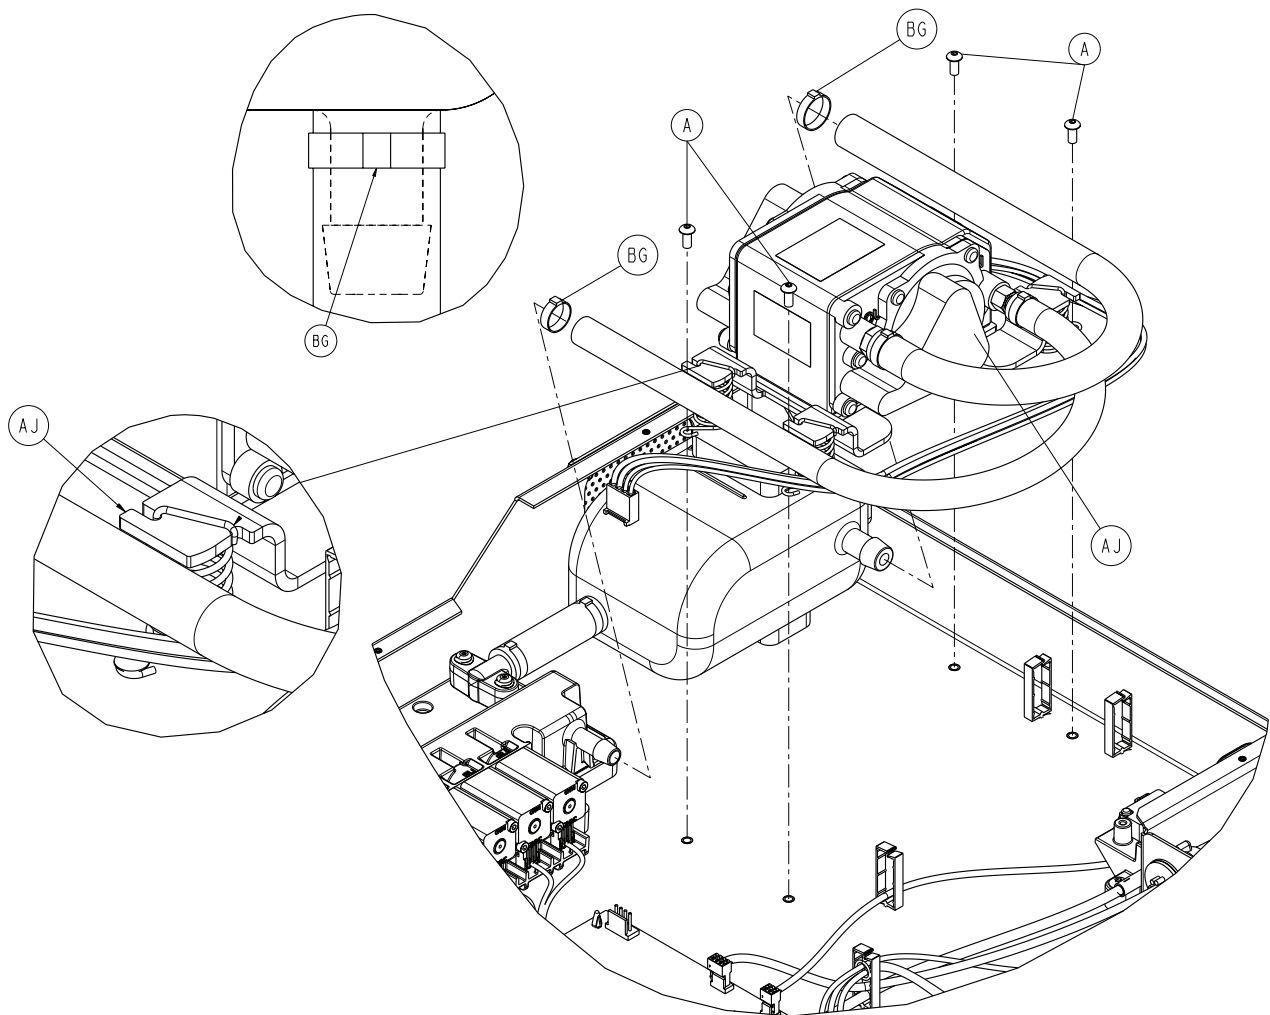

Figure 2-24 : Bloc de pompe
4. A l'aide d'une pince coupante diagonale, couper soigneusement les serre-câbles là où la conduite d'entrée est raccordée au collecteur (BG) et là où la conduite d'évacuation est raccordée au résonateur (Figure 2-24 à la page 2-48). Ne pas couper le raccord cannelé du collecteur.
5. A l'aide d'une clé T15 Torx, enlever les quatre vis (A) reliant le bloc de pompe (AJ) à la boîte côté pieds (Figure 2-24 à la page 2-48). Conserver les vis.